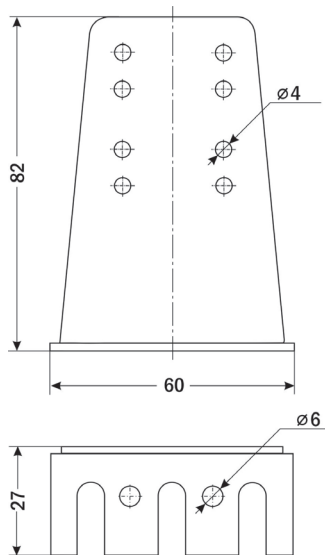

Рис. 5. Кронштейн для настенного крепления
1.2. Присоединение прибора к трубопроводу можно осуществлять как напрямую (резьба штуцера $\frac{1}{4}$ "), так и с помощью импульсной трубки (в этом случае рекомендуется использовать входящий в комплект поставки кронштейн для настенного крепления, рис. 5).